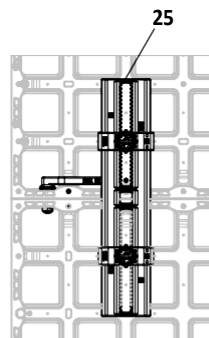

Fig. B10.03a
Монтирайте изравняващ ригел DUO 62 (25) на всяка хоризонтална свързка. (Fig. B10.03a)